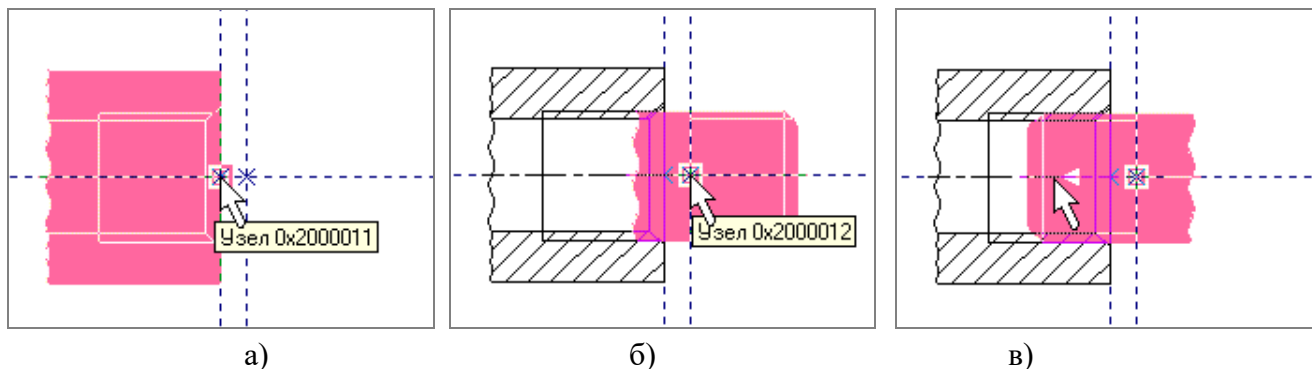

Рисунок 25 – Порядок нанесения фрагментов сборки
2.2.7 Нанесите фрагмент «Втулка». Порядок построения: Вызвать команду  («Чертеж|Фрагмент»). Вызвать опцию . Найти файл «Втулка» и открыть его. Задать привязку фрагмента по одной точке и углу наклона (рисунок 25а).
2.2.8 Нанесите фрагмент «Пробка». Порядок построения: Вызвать опцию , найти файл «Пробка» и открыть его. Задать привязку фрагмента по одной точке (рисунок 25б) и углу наклона (рисунок 25в).